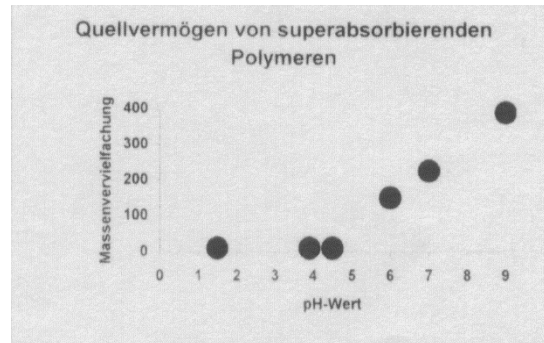

Abbildung 1:
- 3 Das Quellvermögen von SAP wird in Abhängigkeit vom pH-Wert wässriger Lösungen experimentell ermittelt. Die Ergebnisse sind in Abb. 1 dargestellt.